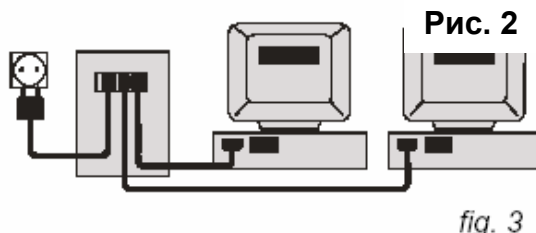

fig. 3
3. **NetPro 3000/4000:** в этих ИБП имеется свой шнур питания. Используя выходные кабели, поставляемые с ИБП, подсоедините компьютеры к выходным розеткам ИБП (4, рис. 1). Распределяйте нагрузки как можно более равномерно по выходным розеткам ИБП. Если для подключения к одной розетке нескольких нагрузок вы используете разветвители, то следует учитывать, что максимальный ток каждой выходной розетки ИБП составляет 10A. (см. рис.3). Выход 4a является программируемым (см. 3.4.3).